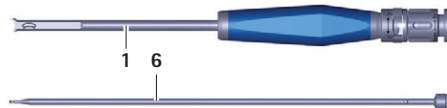

Fig. 12 Insättningsinstrumentet demonterat
- Dra ut stängan 6 ur röret 1, se Fig. 12.